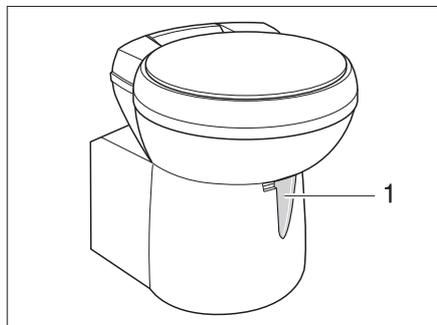

Bild 165 Thetford-Toilettenschüssel, schwenkbar
- Vor dem Spülen den Schieber der Thetford-Toilette öffnen. Dazu den Schieberhebel (Bild 165,1) entgegen dem Uhrzeigersinn schieben.
- Den Schieberhebel (Bild 165,1) im Uhrzeigersinn drehen. Der Schieber wird geschlossen. Zum Entleeren **muss** in der Thetford-Toilette der Schieber geschlossen sein.